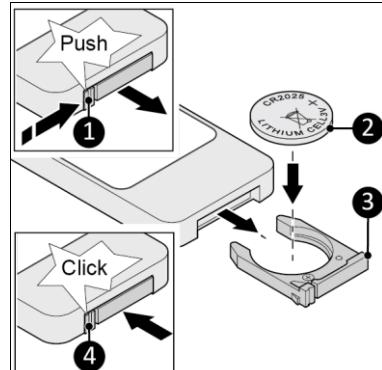

Figura 9
1. Apăsați clapeta (Figura 9, poz. 1) și scoateți compartimentul bateriei (Figura 9, poz. 3) de pe telecomandă.
2. Introduceți corect o baterie de tip CR2025, așa cum este indicat (Figura 9, poz. 2).
3. Glisați compartimentul bateriei înapoi până când clapeta se fixează în poziție (Figura 9, poz. 4).
Înainte de eliminare, scoateți bateria din telecomandă (Figura 9) și eliminați-o în magazine și supermarketuri în coșurile de colectare desemnate, în conformitate cu legile și reglementările locale.